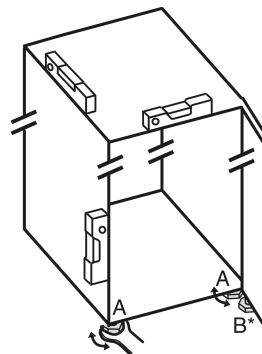

Fig. 27
- ▶ Stellfüße Fig. 27 (A) mit beiliegendem Gabelschlüssel und mit Hilfe einer Wasserwaage herausdrehen, bis das Gerät fest und ebenstehend ausgerichtet ist.
- ▶ Stellfuß Fig. 27 (B) am Lagerbock mit beiliegendem Gabelschlüssel herausdrehen, bis er auf dem Boden aufliegt.
- ▶ Stellfuß Fig. 27 (B) um 90° weiter drehen.